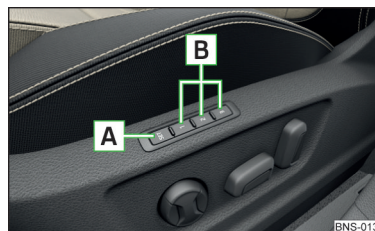

Fig. 71
La touche mémoire **B** sur le siège du conducteur ou du passager permet d'enregistrer le réglage de la position du siège du conducteur et du rétroviseur extérieur. » fig. 71.
- ▶ Maintenir la touche SET **A** » fig. 71 et enfoncer la touche mémoire **B** souhaitée simultanément dans un délai de 10 s. L'enregistrement est confirmé par un signal sonore.
- Mettez le contact et appuyez sur la touche de mémorisation **B** » fig. 71 souhaitée.